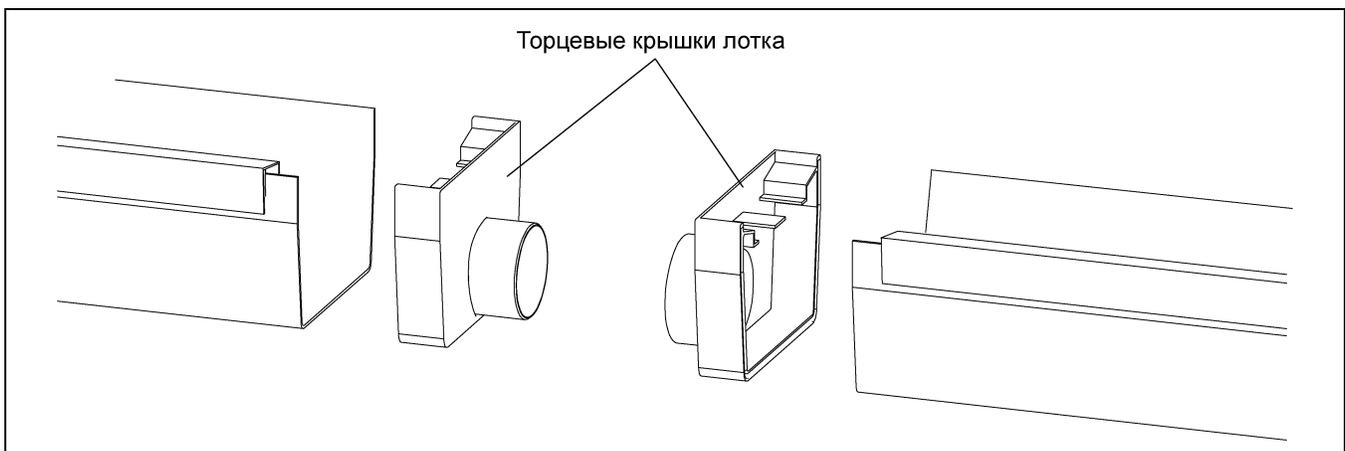

Рисунок 2
**Пункт 2:** Возьмите (2) торцевые крышки испарителя в сборе (60-0423, клей уже нанесен производителем) и установите на концы лотков, которые должны находиться в центре испарительной системы. (см. рисунок 2.)